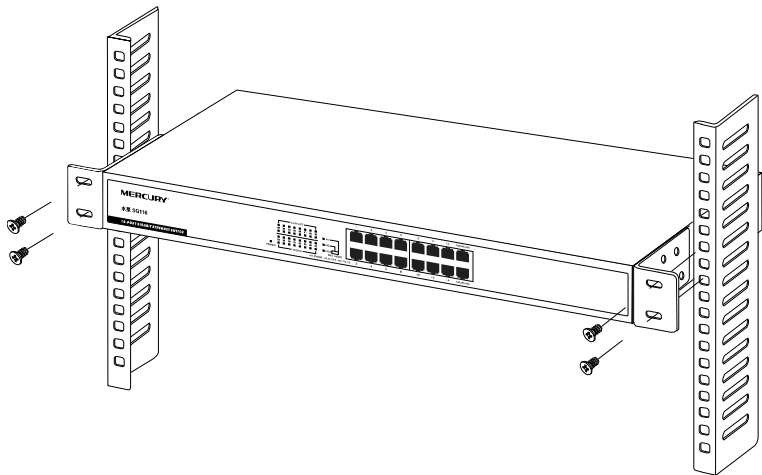

图3-3 机架安装示意图
3. 将交换机安放在机架内，并用螺钉将L型支架固定，确保交换机牢固地安装在机架上（螺钉用户自备）。如图 3-3所示